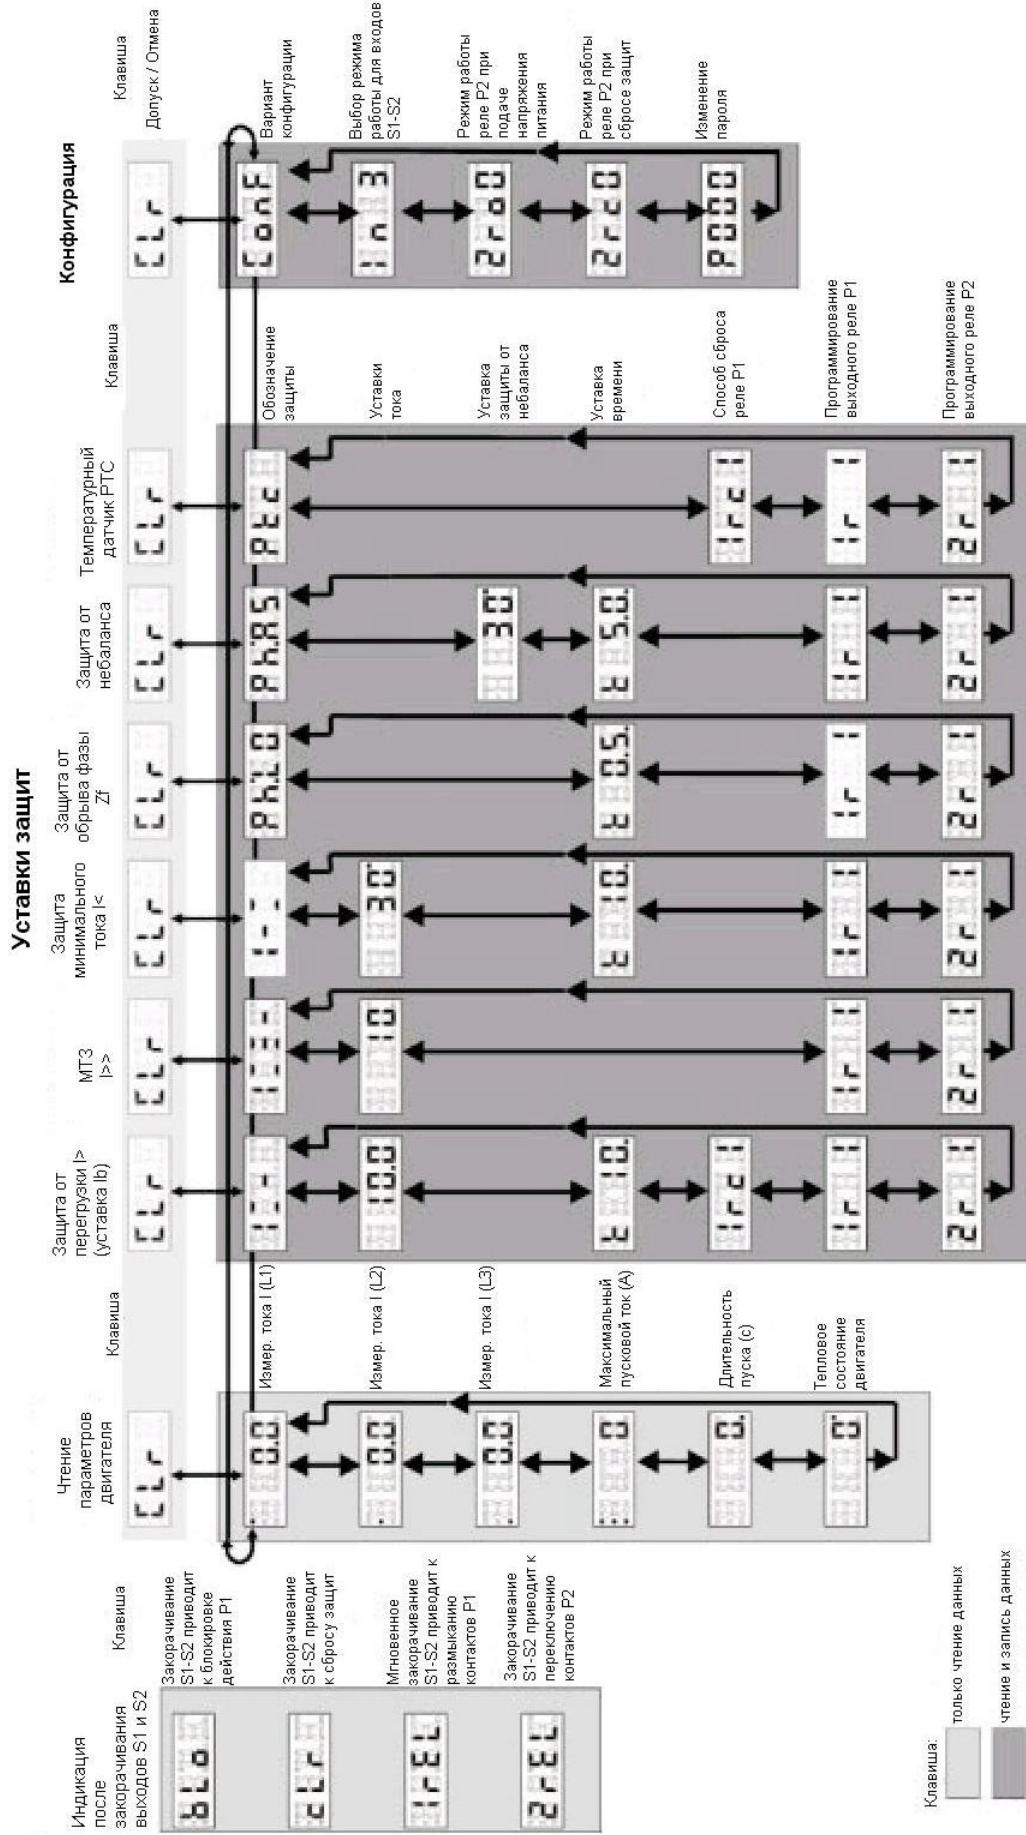

Рис. 5 Схема меню с уставками "по умолчанию" для версии MiCOM P211 с диапазоном уставок тока 10-20А.
- b) Используя схему меню (рис. 5) и кнопки на панели реле, выбирают пункт меню, который будет изменен.